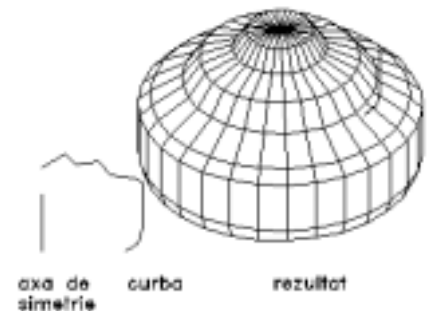

Fig. 2.15
5. Suprafețe de revoluție - **REVSURF**. Se obțin rotind o curbă-profil în jurul unei axe (fig. 2.15).